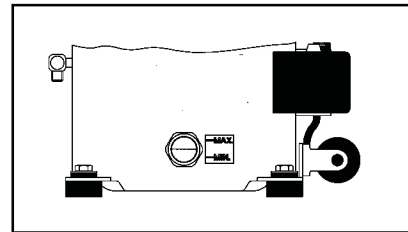

Fig. 5
- a) Oliestanden er for høj. Oliestanden skal være synlig i oliestandsglasset (fig. 5).